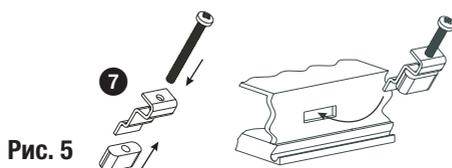

Рис. 5
- Прикрутите винты **рис. 5** так, чтобы углы рамы прилегали к двери распределительного шкафа.